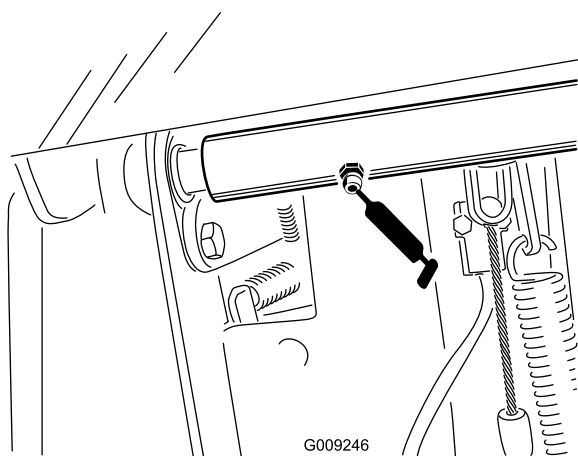

Figura 35
- Cojinetes del eje pivotante del pedal del freno (2) (Figura 35).